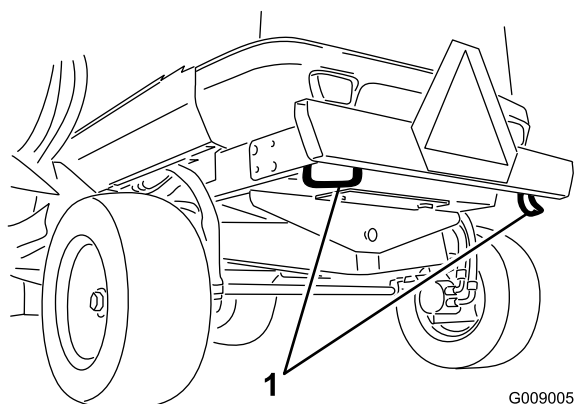

Figure 41
1. Point d'attache avant (2)
- Pare-chocs arrière (2 emplacements) (Figure 41).